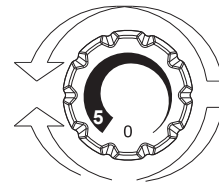

Fig. 2
- El ajuste de temperatura de ambos compartimentos se realiza girando la rueda del termostato (Fig. 2). Seleccione la posición deseada: